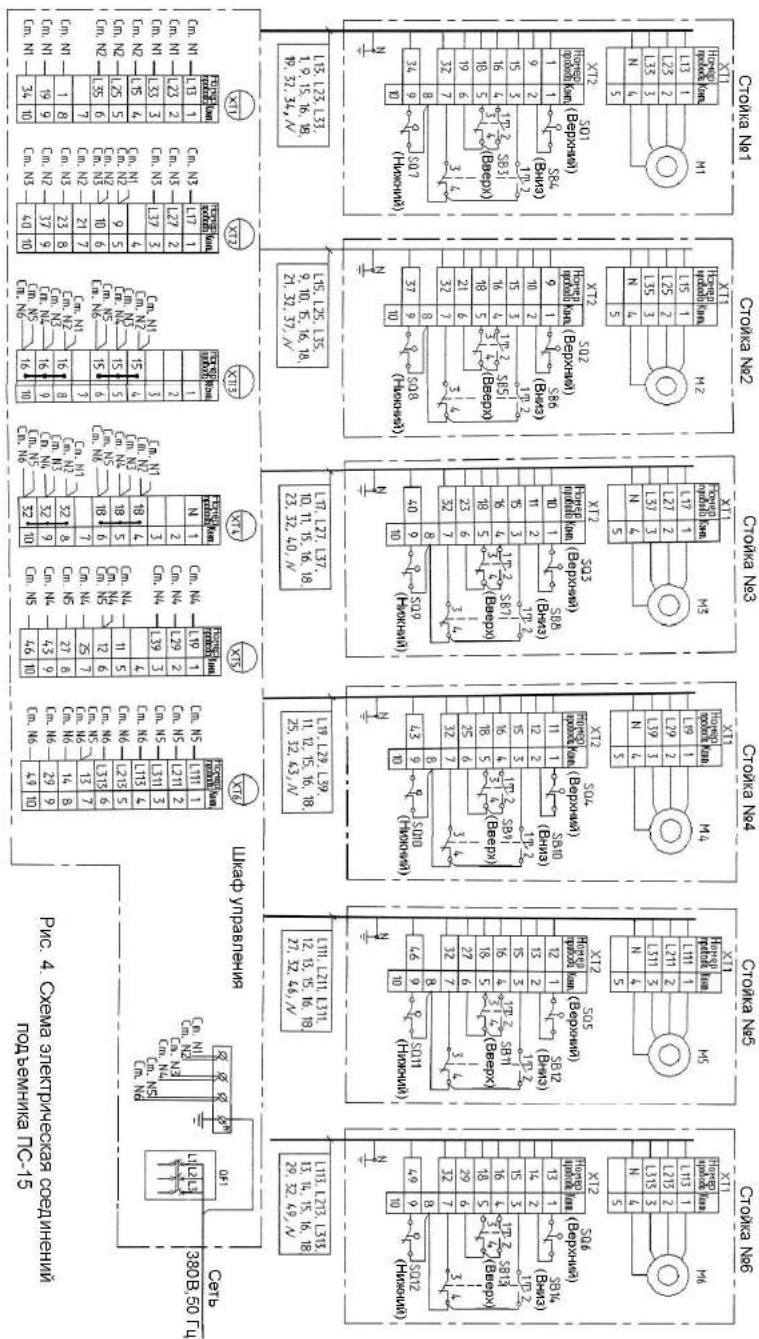
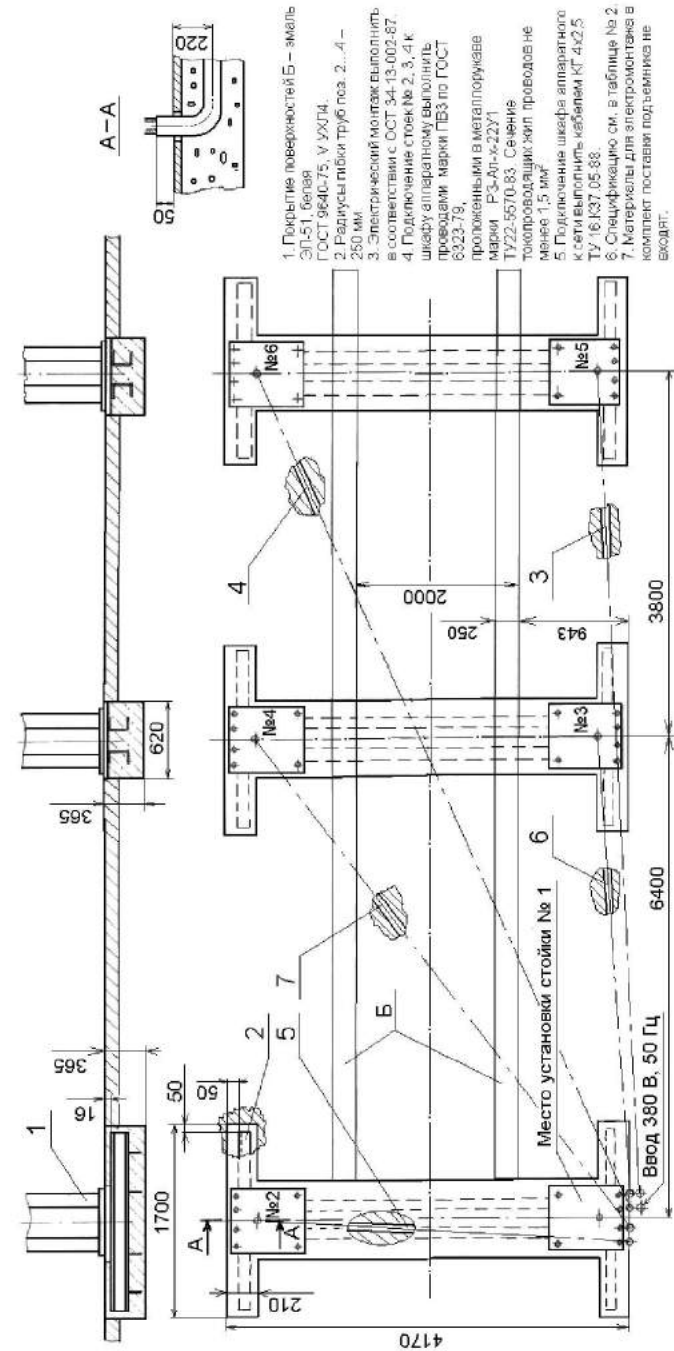

Рис. 4. Схема электрическая соединений подъемника ПС-15
Рис. 6. Монтажный чертёж подъемника ПС-15
6.1.1. В соответствии с монтажным чертежом приведенным на Рис. 6 подготовить место для монтажа, выполнить все необходимые приямки.
6.1.3. Уложить основания и трубы для проводки электрических кабелей в подготовленные приямки. Обеспечить взаимное расположение оснований в соответствии с монтажным чертежом приведенным на Рис. 6.
6.1.7. Выполнить электрический монтаж и подключить шкаф аппаратный к внешней электрической сети в соответствии со схемой электрической соединений (см. Рис. 4) и монтажным чертежом на Рис. 6. Выполнить заземление электроустановки.